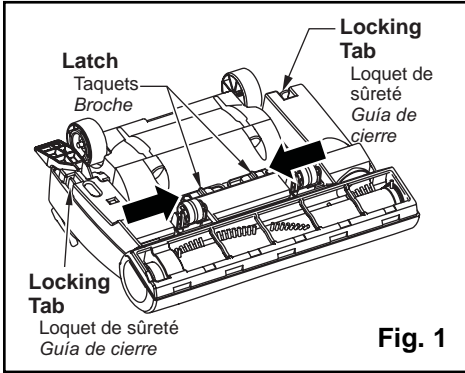

Fig. 1
- **Release lower plate by pressing two (2) latches and two (2) locking tabs inward as shown. (Fig. 1)**
- Libérer la plaque inférieure en appuyant sur les deux (2) taquets et les deux (2) loquets comme le montre l'illustration (Fig.1).
- *Para liberar la base inferior, apriete hacia adentro los dos (2) pestillos y las dos (2) lengüetas de cierre como se muestra (Fig 1).*